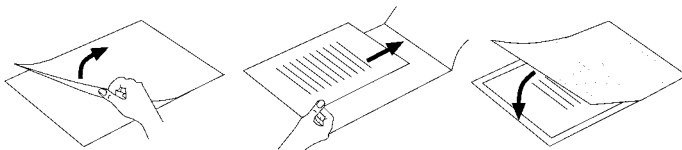

Abb. 2
- ▶ Beachten Sie, dass Sie lediglich eine Folie zum Laminieren verwenden. Klappen Sie diese vorher auf, wie beispielsweise in Abb. 2 dargestellt.
- ▶ Beachten Sie, dass Sie lediglich eine Folie zum Laminiere verwenden. Klappen Sie diese vorher auf, wie beispielsweise in Abb. 2 dargestellt.